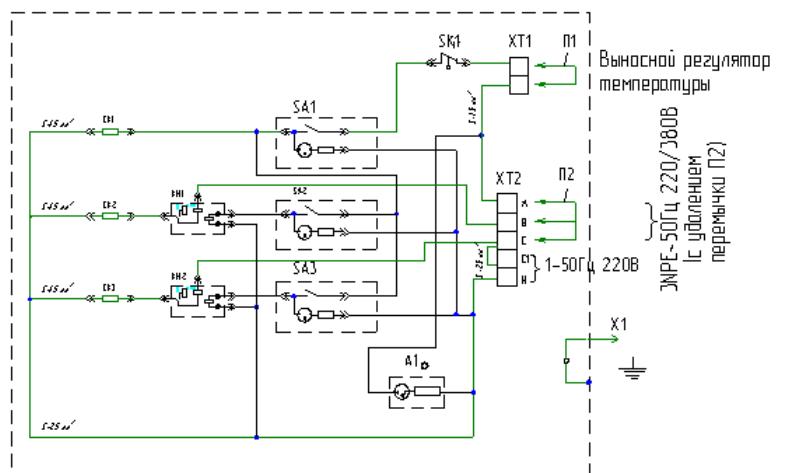

Рисунок 2 - Схема электрическая принципиальная
5.3 На боковой части электрокотла имеются отверстия для ввода 12 кабеля питания и ввода 13 кабеля выносного регулятора температуры. Подключение к однофазной электросети 220В или трёхфазной сети 380В производится потребителем с помощью кабеля согласно рекомендации раздела 6 и рис. 5. Схема электрическая принципиальная электрокотла приведена на рис. 2.